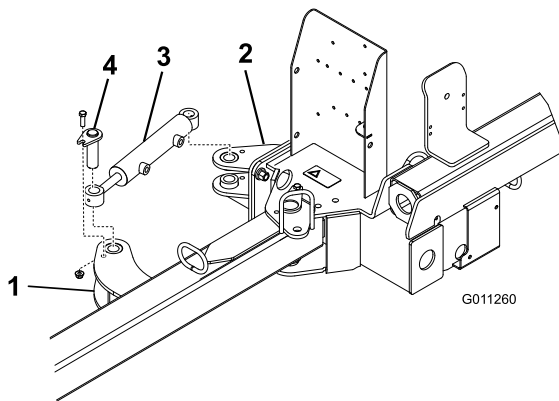

Рисунок 6
2. Прикрепите каждый конец гидравлического цилиндра к проушине привода с помощью пальца в сборе, болта (3/8 x 1 1/4 дюйма) и фланцевой гайки (3/8 дюйма) (Рисунок 6).